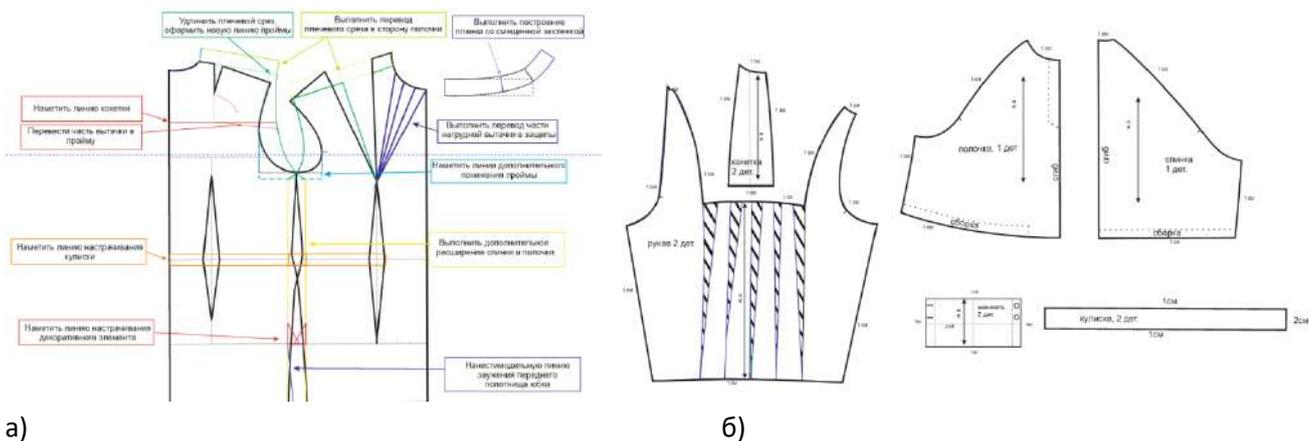

Рисунок 1 – Пример оформления листа задания: а) нанесение линий и необходимых надписей для моделирования чертежа основы, б) результат моделирования
2. Используя графический редактор для конструирования и моделирования швейных изделий, в соответствии с эскизом и описанием, нанесите новые фасонные линии на копию базового чертежа конструкции **блузы на размер 42-44**, соблюдая пропорции. Нанесите необходимые комментарии *по аналогии с ручным моделированием* (к примеру: закрыть вытачку) на изображения копии базового чертежа и представьте этот лист членам жюри в виде скриншота экрана и файла, сохраненного в указанную папку (рис. 1а).
3. Выполните копии основных деталей на листе и построение дополнительных деталей кроя, проведите моделирование, при необходимости оформите новые линии деталей, результаты представьте жюри в виде скриншота экрана и файла, сохраненного в указанную папку (рис. 1б).